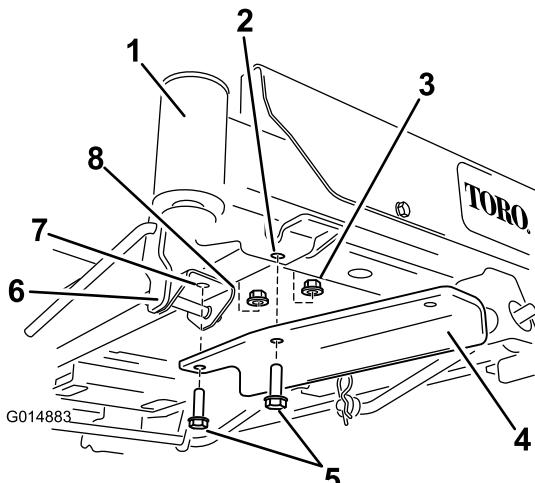

Figura 7
- En las máquinas con pedal de elevación asistida, retire los herrajes delanteros del soporte del pedal de elevación asistida y sujeté el soporte usando 2 pernos y 2 contratuercas (Figura 7).